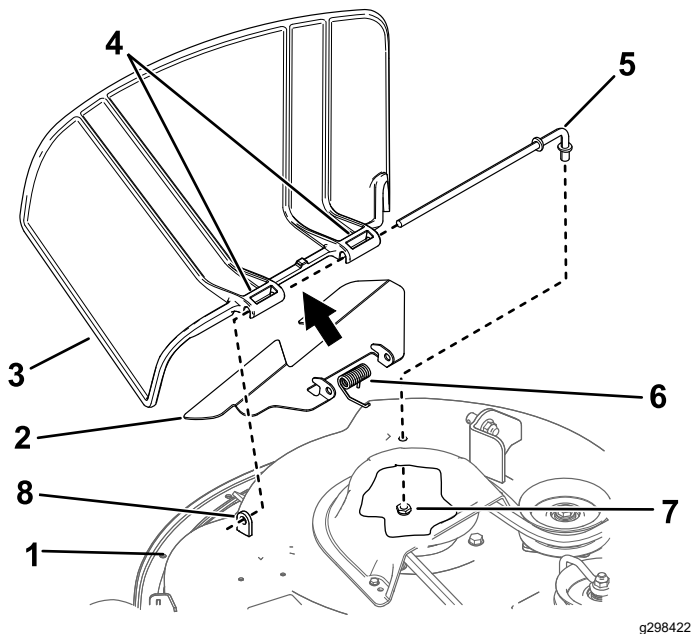

Figure 74
1. Retirez l'écrou ($\frac{3}{8}$ ") de la tige, sous le plateau de coupe (Figure 74).
- Sortez la tige de la courte cheville de positionnement, du ressort et du déflecteur d'herbe (Figure 74).
- Montez le nouveau déflecteur d'herbe (Figure 74).
- Insérez la tige dans le second pivot du déflecteur d'herbe (Figure 74).
- Fixez l'extrémité arrière de la tige dans le plateau de coupe à l'aide d'un écrou ($\frac{3}{8}$ "), comme montré à la Figure 74.